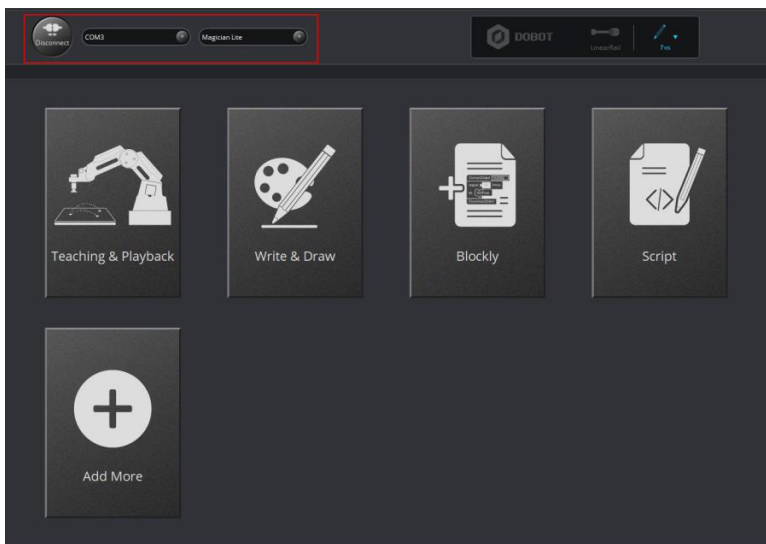

Figura 78: Conectar o Magician Lite
1. Acione o DobotStudio, e selecione o tipo de dispositivo e a porta COM (tome o Magician Lite como exemplo) e, a seguir, clique em Connect, como mostrado na Figura 78: